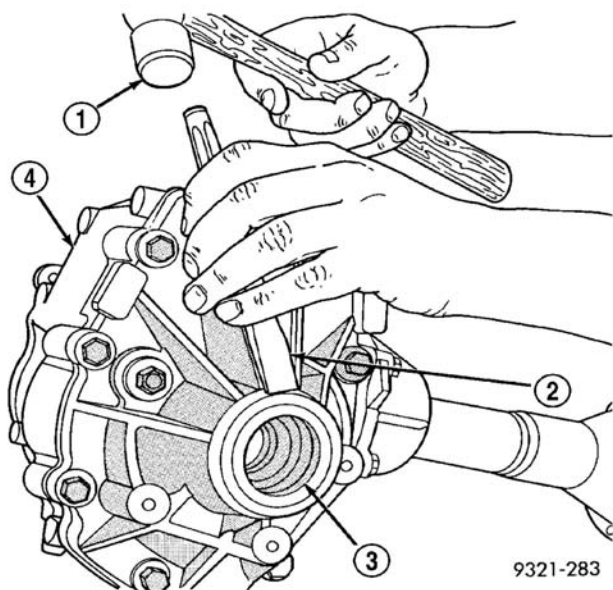

图 48 拆卸油封
(1) 在举升器上升起车辆。
(2) 从车上拆下右前半轴。
(3) 用凿子及锤拆下油封（图 48）。